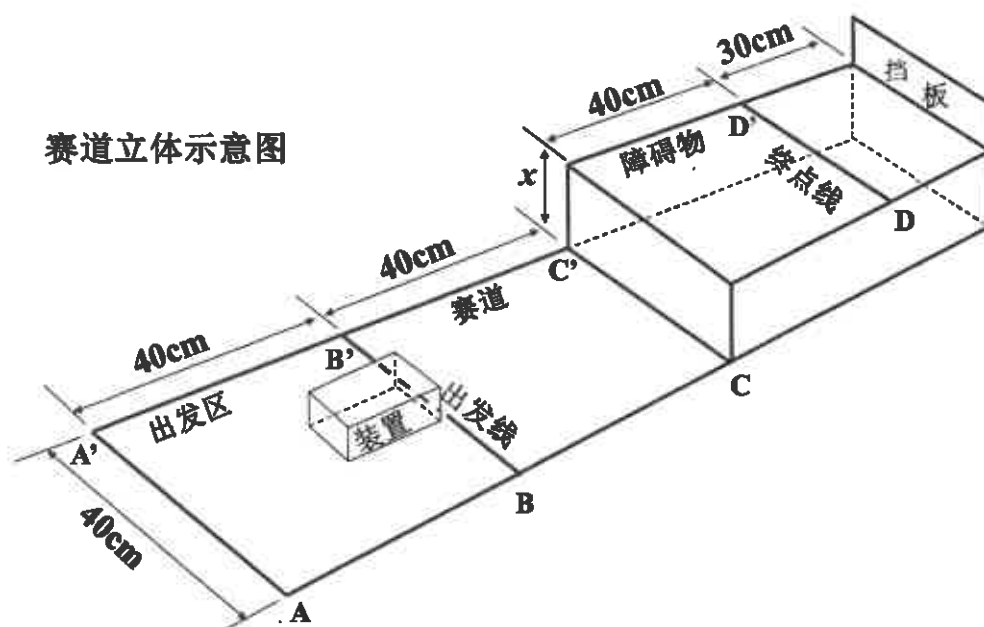

图1 初赛赛道立体示意图
3) 赛道尺寸如图1所示。赛道宽度 40cm ，出发区长 40cm ，出发线（ BB_1 ）至障碍物下边缘（ CC_1 ） 40cm ，障碍物上边缘至终点线（ DD_1 ）距离 40cm ；终点线后 30cm 处设置一挡板。 x 为障碍物高度。